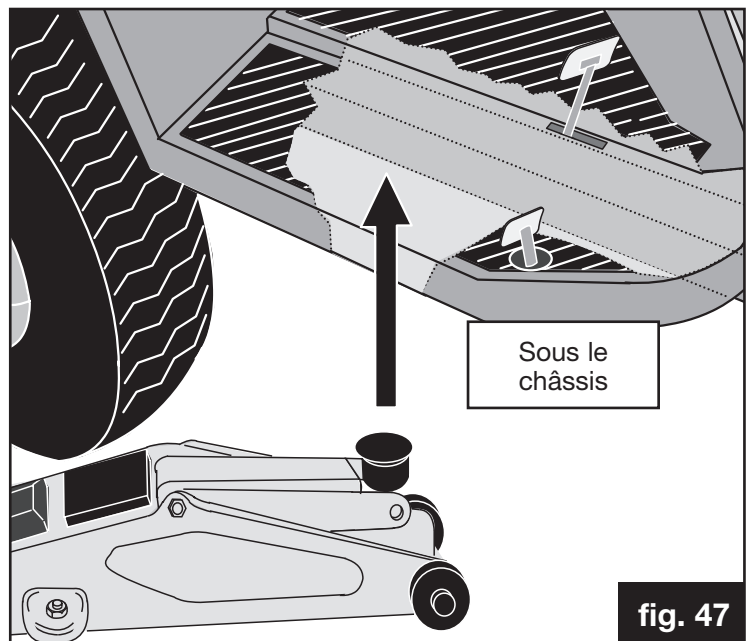

fig. 47
Dépose de la roue arrière (Figs. 47 & 48)
- ✓ Placez un cric sous le point de levage, comme illustré à la Fig 47 (du côté correspondant à la roue que vous souhaitez retirer). Soulevez le tracteur au cric jusqu'à ce que la roue à déposer soit décollée du sol.